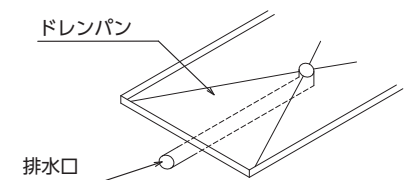

図3-15 ドレンパン
- ・ドレンパンは耐食性の高いステンレス鋼板を使用しており、コイルや加湿器のドレン水を受け、排水口から排出させます。(図3-15参照)